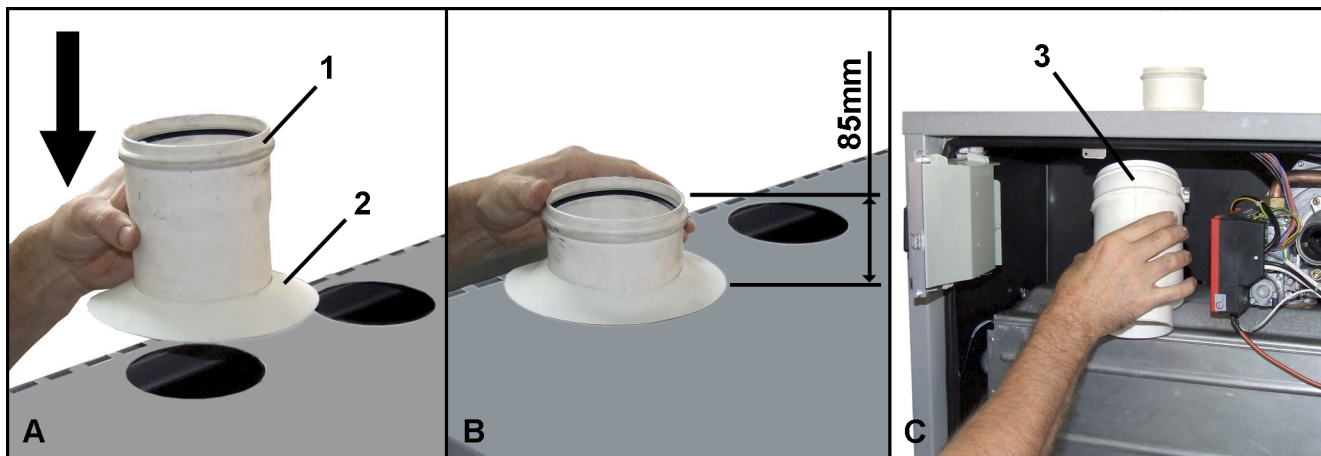

fig. 26
- B Inserire il tronchetto all'interno dell'armadio rispettando la quota indicata nel riquadro "B" di fig. 26.